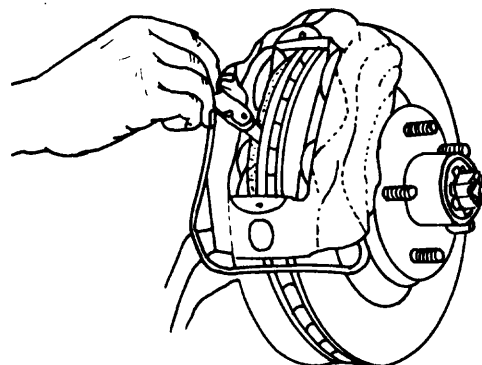

Fig. 10
- a Mida la tolerancia entre las pastillas de frenaje y el disco, asegurándose que coinciden con las especificaciones (fig. 10).